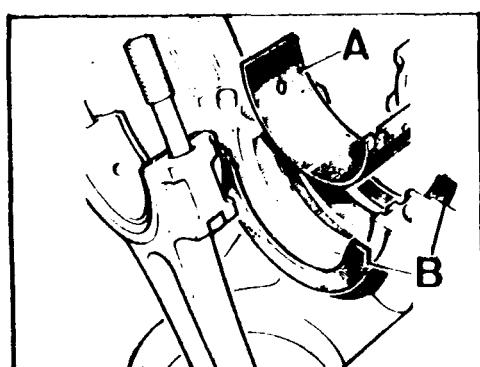
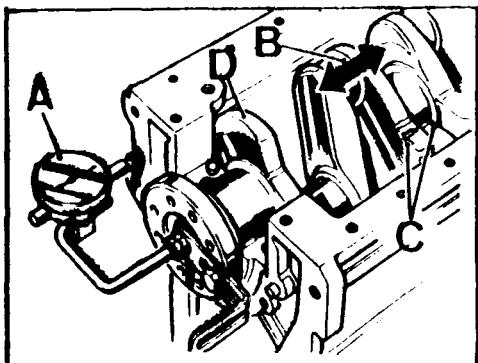

Fig. A1-110 Desmontaje de semicojinetes superiores y arandelas de empuje
Fig. A1-111 Comprobación del juego - longitudinal del cigueñal
- 1.6. Retirar el cigueñal, los semicojinetes superiores, A (Fig. A1-110) y las arandelas de empuje, B, situadas una a cada lado del cojinete central.
- 2.3. Situar las arandelas de empuje, B (Fig. A1-110) a cada lado del cojinete central. Limpiar perfectamente las muñequillas y muñones del cigüeñal, así como los semicojinetes y lubricarlos abundantemente con aceite del motor.
- 2.4. Montar el cigüeñal e instalar en su brida un comparador de reloj, A (Fig. A1-111) por medio del soporte, 530106. Medir el juego longitudinal que deberá ser de 0,05 a 0,15 mm. Si no fuera así corregir por medio de las arandelas de empuje, B (Fig. A1-110).